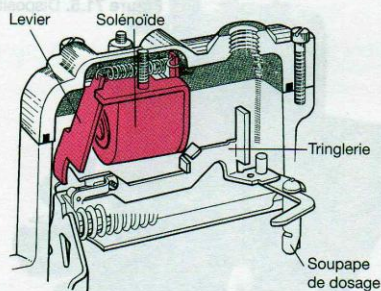

Figure 71.3. Stop électrique type « ETSO »
- stop type « ETSO » ou mise sous tension pour obtenir l'arrêt du moteur (fig. 71.3).